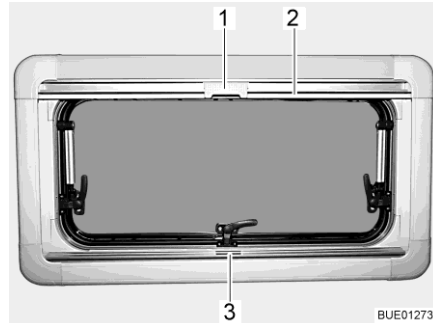
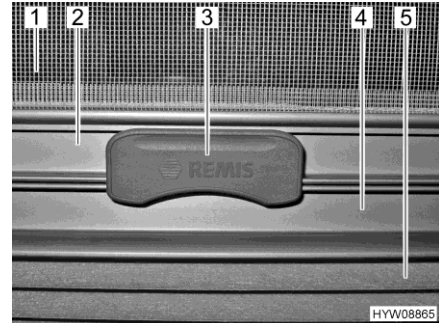

Fig. 14 Ventana abatible
Fig. 15 Cierre
**Estor plegable** El estor plegable (Fig. 15,5) se encuentra en la caja de la persiana inferior.
- Sujetar el estor plegable por el centro del agarradero (Fig. 14,3 y Fig. 15,4), tirar de abajo a arriba y soltarla a la altura deseada. El estor plegable se queda fijo a esta altura.
**Mosquitera enrollable** La mosquitera enrollable (Fig. 15,1) se encuentra en la caja de la persiana superior.
- Tirar del agarradero de la mosquitera enrollable (Fig. 14,2 y Fig. 15,2) hacia abajo hasta que choque con el agarradero del estor plegable (Fig. 15,4).
- Bloquear el cierre (Fig. 14,1 y Fig. 15,3) de la mosquitera enrollable con el agarradero del estor plegable. Si el cierre está bloqueado, el estor plegable y la mosquitera enrollable podrán ser ajustados juntos.
- Presionar la parte superior del cierre (Fig. 15,3) de la mosquitera enrollable.
- Regresar la mosquitera enrollable lentamente en el agarradero (Fig. 14,2).